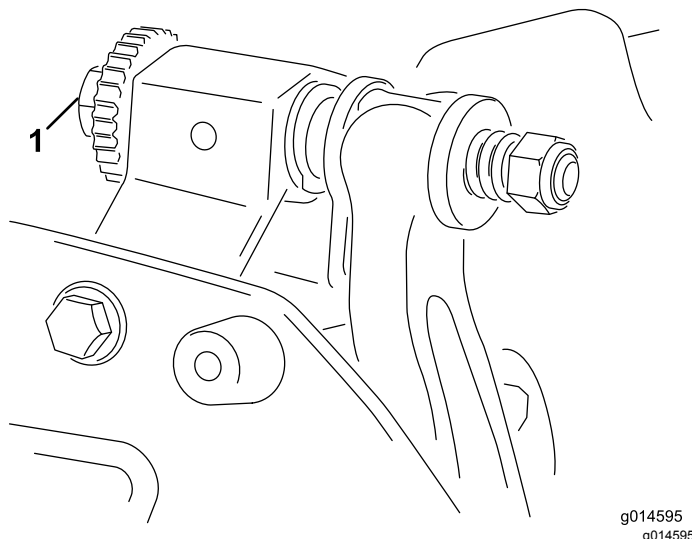

Figure 9
- Si vous ne remarquez pas de contact, tournez les vis de réglage de la barre d'appui dans le sens horaire (Figure 9), un cran à la fois, jusqu'à ce que vous sentiez et entendiez un léger contact.
6. Tournez la vis de réglage droite de la barre d'appui (Figure 9) jusqu'à ce que vous sentiez une légère pression sur la cale lorsque vous la faites glisser d'un côté à l'autre. Enlevez la cale.